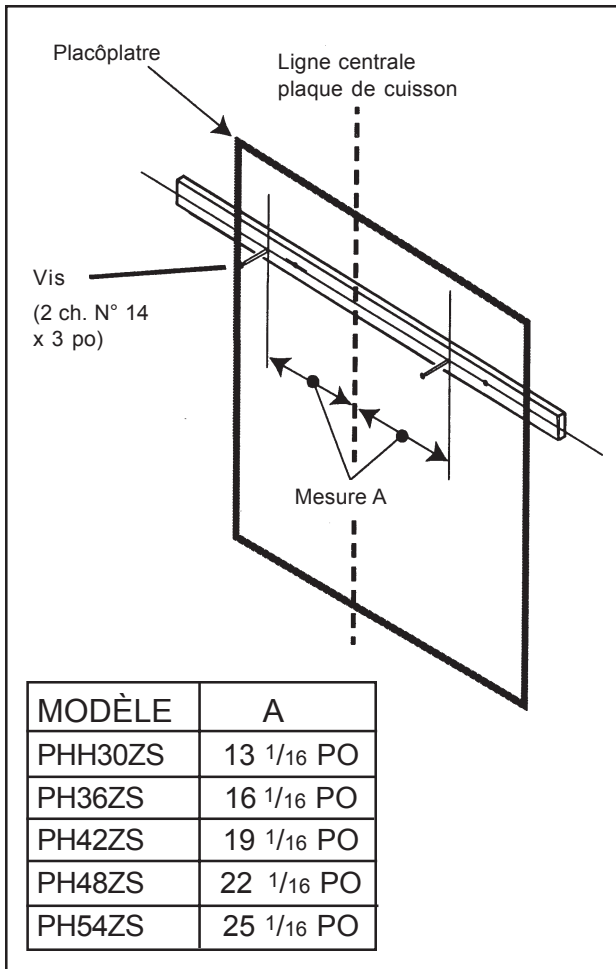

Figure 4
8. Sur le montant en bois, marquer les emplacements utilisés pour suspendre la hotte selon la figure 4 (page suivante).